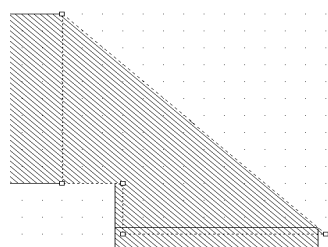

Рис. 1.76
- Щёлкните по значку **Polygon Conductor** на панели инструментов. Установите курсор на верхний угол изгиба и щёлкните мышкой, переместите курсор к правому нижнему углу изгиба и снова щёлкните мышкой. Этот угол будет точно привязан к сетке. Перемещайте курсор к остальным углам изгиба, щёлкая мышкой, пока не получите замкнутый многоугольник изгиба (рис. 1.76). Он несколько не совпадает с прежним изгибом. Щёлкните по видимой части прежнего изгиба и нажмите клавишу **Delete**, чтобы удалить его. Щёлкните по вертикальному проводнику этого резонатора и удалите его. Щёлкните по горизонтальному проводнику резонатора, скопируйте